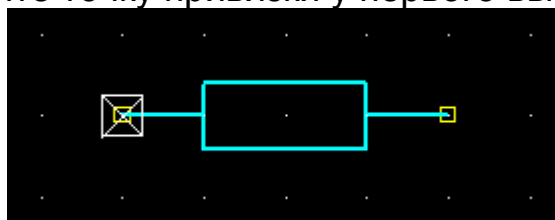

Рис. 6 УГО резистора с точкой привязки (**Grid=5mm**)
- 2.17 Установите точку привязки у первого вывода (рис. 6).